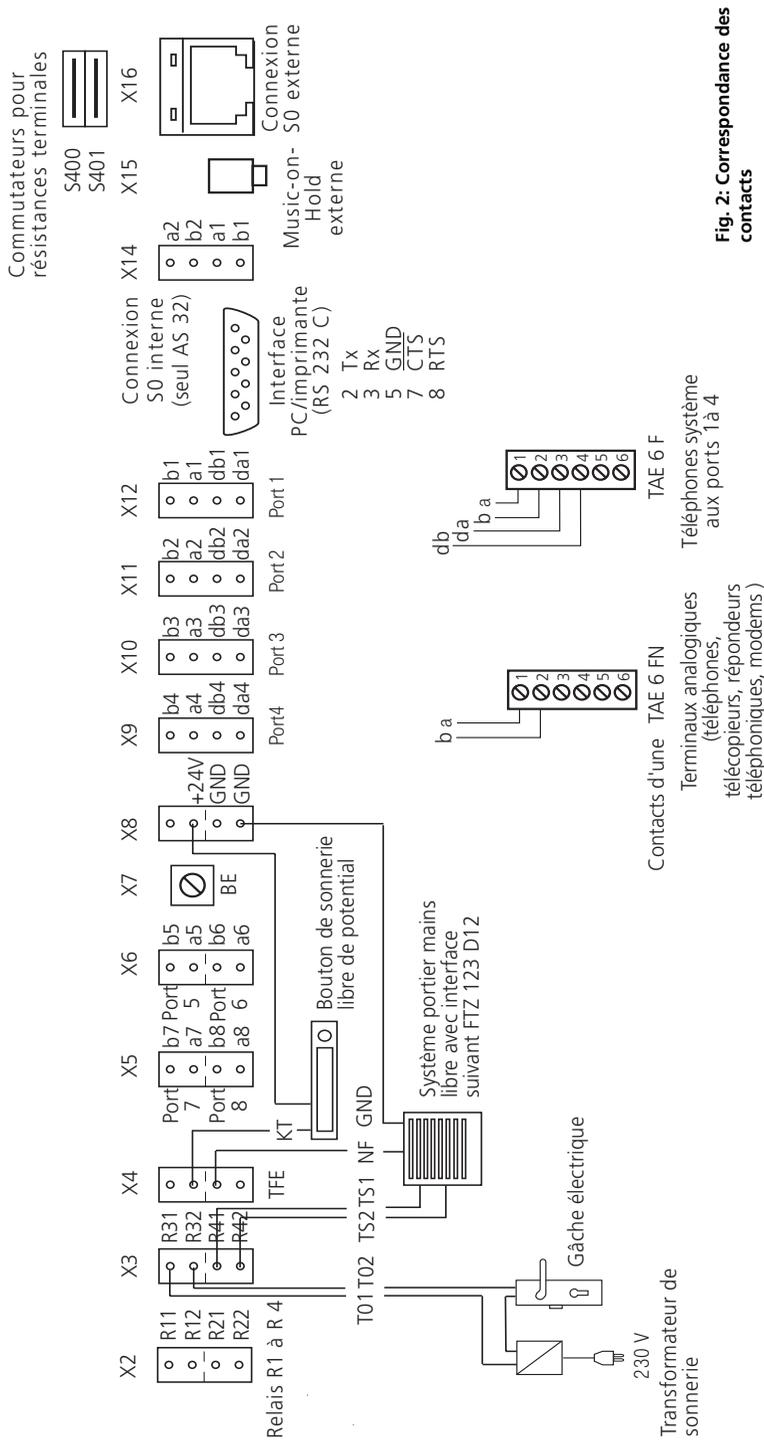

Fig. 2: Correspondance des contacts
- Enfoncez les bornes vissantes des différents câbles aux emplacements prévus (Fig. 2).
Connexions: (Fig. 2 Correspondance des contacts) par bornes enfichables.
Raccordement: (Fig. 2 Correspondance des contacts) par bornes enfichables.
Pour injecter une musique d'attente externe, reliez la sortie casque d'un appareil audio (lecteur de CD, magnétophone à cassette, chaîne stéréo) à la prise jack (MoH externe) au bas de l'installation téléphonique par une fiche jack de 3,5 mm (Fig. 2 Correspondance des contacts).